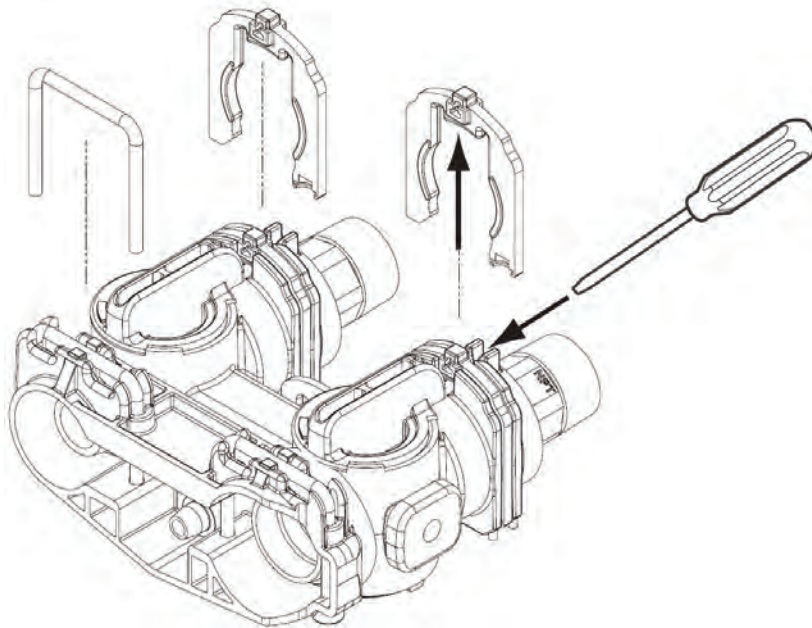

Figura 7 Assieme connettore
1. Individuare i pezzi mostrati nella figura in basso e procurarsi rotolo di nastro di Teflon. I pezzi non devono essere connessi alle tubature dell'impianto (Figura 7 Assieme connettore).
3. Rimuovere la clip inserendo una lama piatta sotto il centro superiore della clip e sollevando (facendo leva verso l'alto) (figura 7 Assieme connettore).